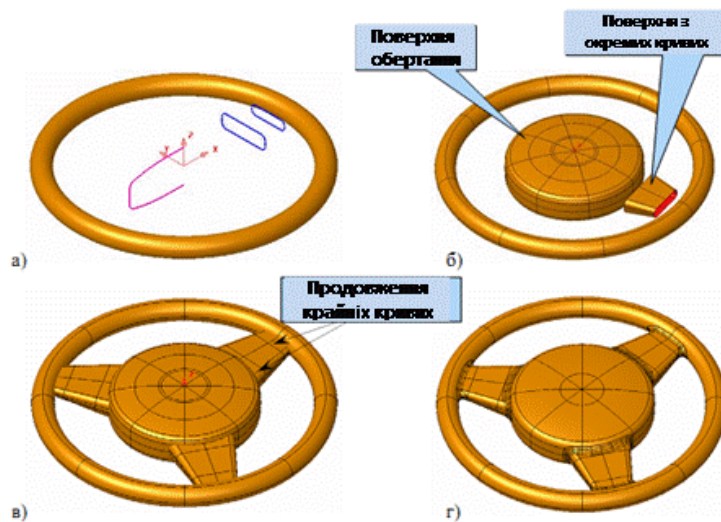

Рисунок 11.2 – Етапи побудови моделі
2. У перерізі A-A побудуйте композитну криву для формування центральної частині рульового колеса методом обертання (рис. 11.2а). У процесі моделювання контуру рекомендуємо використовувати дзеркальне відображення його половини. Будь уважні, в складі даного контура є дуга радіусом 260мм, центр якої фіксується від кінця прямої лінії.
3. Створіть композитні криві по перерізах B-B і C-C. Дані контури будуть утворюючими для побудови поверхні з роздільних кривих (рис. 11.2б).
5. Скопіюйте двічі отриману поверхню навколо осі Z з кутовим кроком 120° , після чого скругліть елементи необхідними радіусами. У результаті ви отримаєте модель відповідну до вихідного креслення (рис. 11.2в).